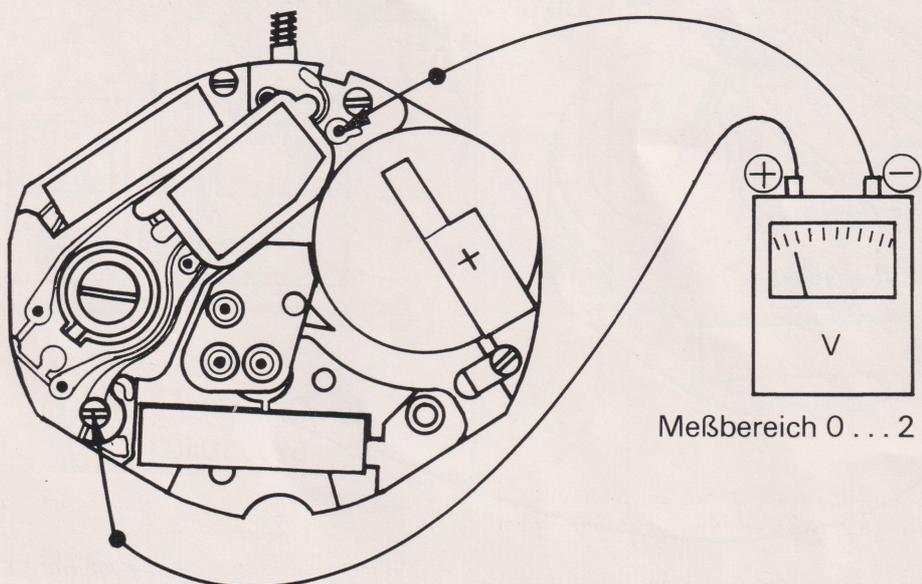

Abb. 9: Messung der Batteriespannung  $U_B$  unmittelbar am Schaltkreiseingang
Messung: Spannung unmittelbar am Schaltkreiseingang (nach Abbildung 9)
- Spannungskontrolle nach Abbildung 9